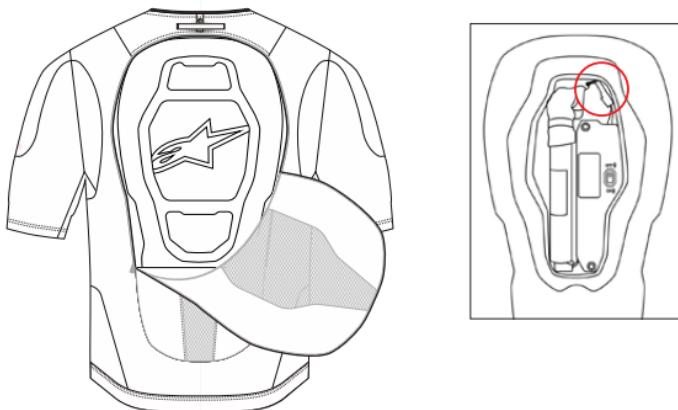

Abbildung 23: Trennen Sie die LED-Anzeige (3)
1. Trennen Sie die LED-Anzeige (3) - Legen Sie das System zunächst auf eine ebene Fläche, vorzugsweise auf eine Werkbank oder einen Tisch, wobei die Vorderseite des Systems nach unten zeigt. Öffnen Sie den Rückenschutz (4), indem Sie den Reißverschluss auf der Rückseite des Systems öffnen. Öffnen Sie die Abdeckung mit dem Klettverschluss auf dem Rückenprotektor (4) und trennen Sie den Anschluss der LED-Anzeige (3) wie in Abbildung 23 dargestellt.